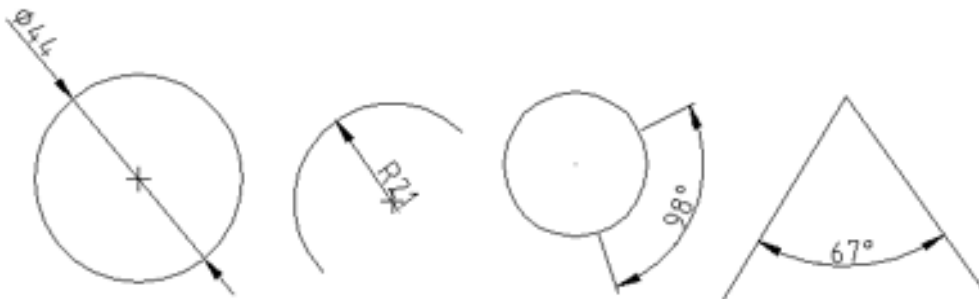

Рис. 34. Проставление радиуса, диаметра и углового размера
- указать место расположения размера (рис. 34).